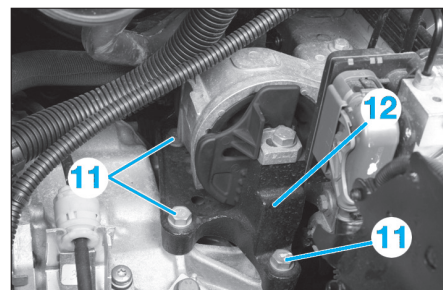

Fig. 90
- Déposer les vis (11) du support de boîte de vitesses (12) (Fig.90).